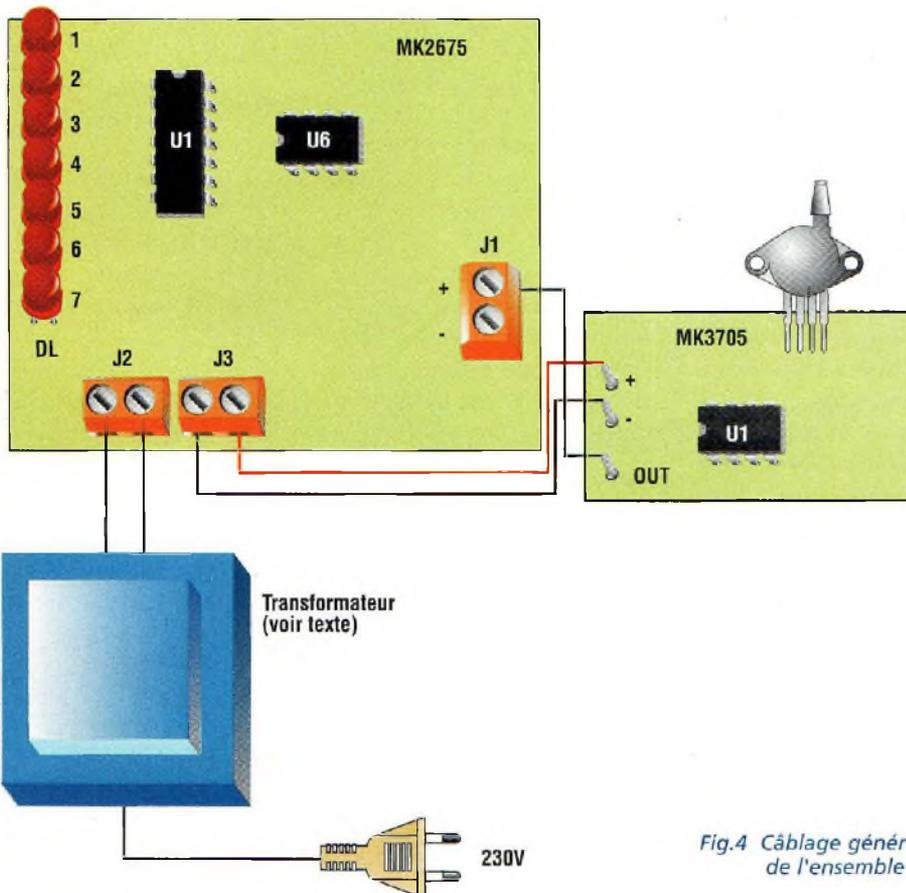

Fig.4 Câblage général de l'ensemble Météo
marron, vert, noir, orange). Ne pas monter les deux ajustables R20 et R19. Remplacer R20 par un simple strap et R19 par deux résistances A et B (voir fig.4).
Grâce à la disposition dans les points critiques de résistance de précision, le réglage n'est pas nécessaire. Après avoir assemblé les composants sur les deux platines, vérifier la qualité des soudures. Effectuer le raccordement électrique des deux platines (voir fig.4).
- R19 à remplacer par deux résistances A et B (voir fig.4).